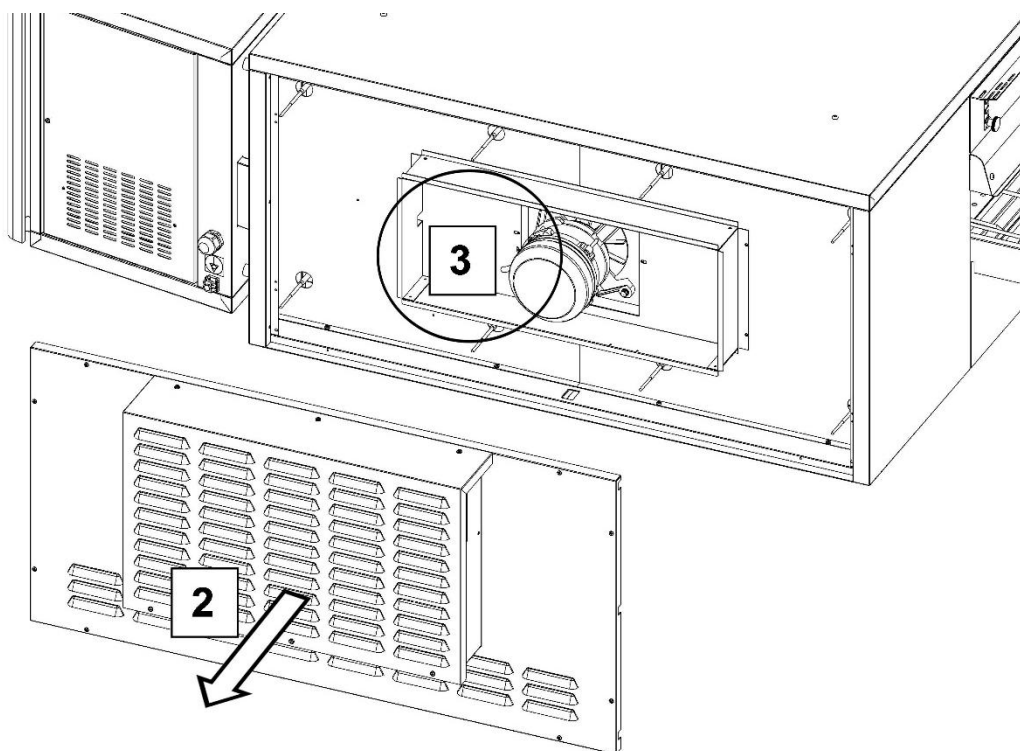

Fig.5
- 2.Retirar el panel posterior y desconectar las conexiones eléctricas de los ventiladores de enfriamiento, ubicados en la parte superior del panel (Fig. 5).
- 3.Desconectar las conexiones eléctricas del motor de ventilación (Fig.5 zona 3).
Toque el icono «motor» (*fig.4*) para abrir el menú de modificación del tipo de motor (1-2-3-4), toque y deslice el dedo por la circunferencia en el sentido de las agujas del reloj o en sentido contrario para cambiar el parámetro (*fig.5*)..